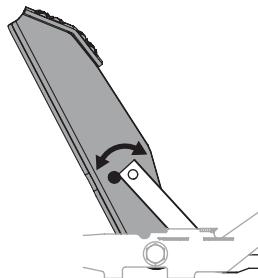

Figure 34
3. Placez la pédale à la position appropriée (Figure 34).